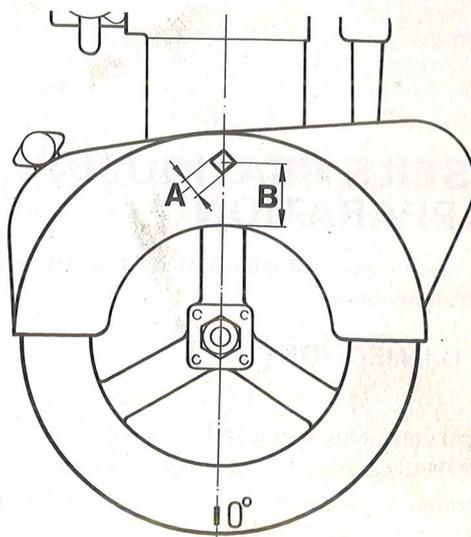

Figure 44. Trou percé dans protège-courroie de MD3B d'ancien modèle
6. Contrôler l'emplacement du repère sur le volant, Pour pouvoir effectuer ce travail avec facilité sur le MD3B d'ancien modèle, qui n'a pas de trou dans le protège-courroie, on peut percer un trou comme indiqué sur la figure 44.